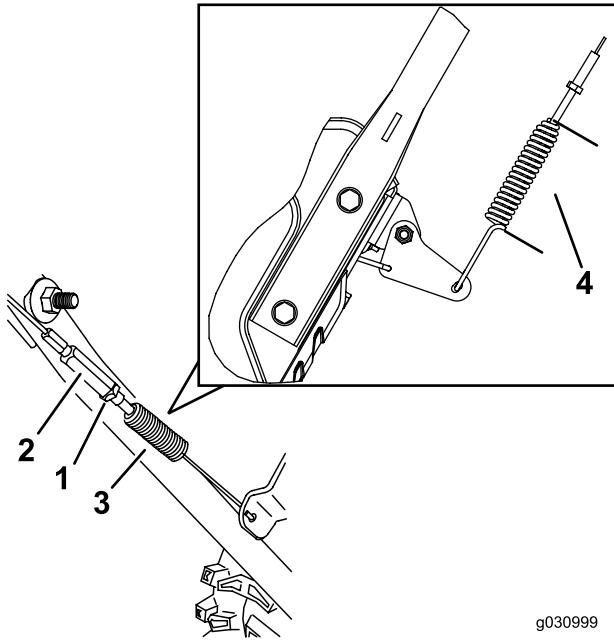

Figura 36
3. Allentate o serrate il tornichetto per regolare la lunghezza della molla a 5,5 cm, come illustrato nella Figura 36.
4. Serrate il controdado (Figura 36) assicurandovi che vi sia una leggera tensione sul cavo.